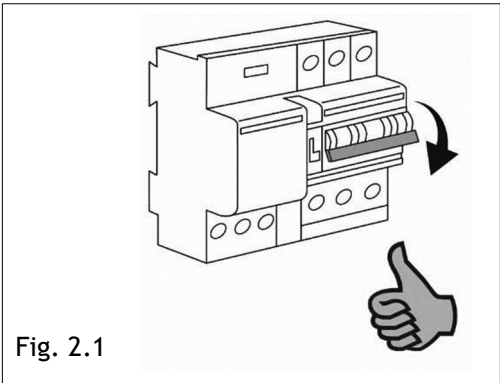

Fig. 2.1
**Attention ! Avant toute opération de nettoyage ou de maintenance ou en cas d'orage, débrancher l'appareil en plaçant l'interrupteur principal du système sur "éteint" (fig.2.1) ou en débranchant la prise (fig.2.2).**